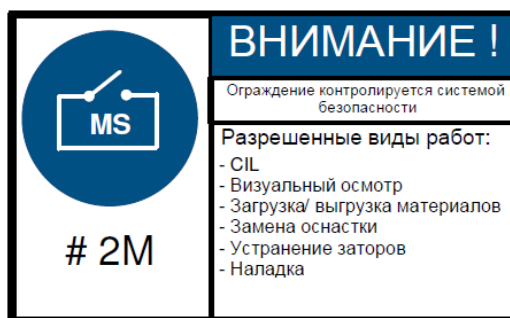

Рис. 4 Образец таблички «АМЕС»
5.8 Ограждения, за которыми разрешено выполнение работ с использованием АМЕС, должны быть снабжены табличкой «АМЕС». Образец таблички представлен на Рис. 4: